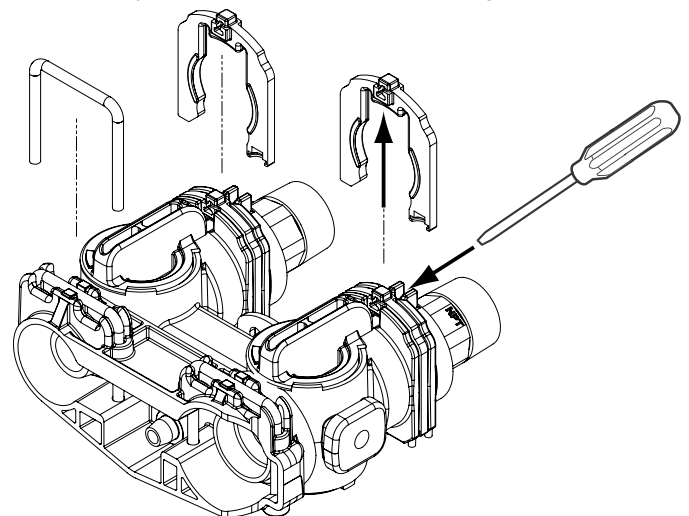

Figura 24 Instalación del conector
- Ubique las piezas y un rollo de cinta de fontanero. Se deben retirar los adaptadores de la cañería (Figura 24 Instalación del conector).
3. Para retirar el sujetador, introduzca una cuchilla plana debajo del centro superior del sujetador y levante (haciendo palanca hacia arriba) (Figura 24 Instalación del conector)